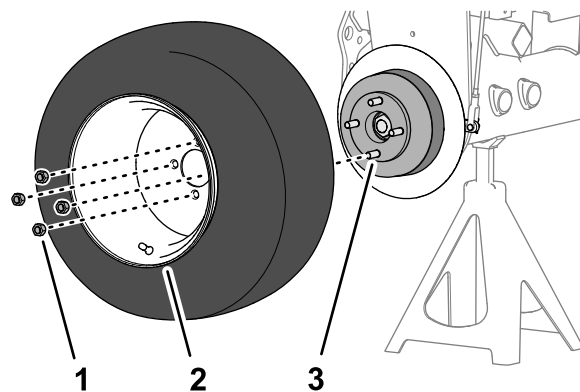

Figura 64
1. Retire as quatro porcas das rodas que prendem a roda frontal ao cubo e retire a roda (Figura 64).